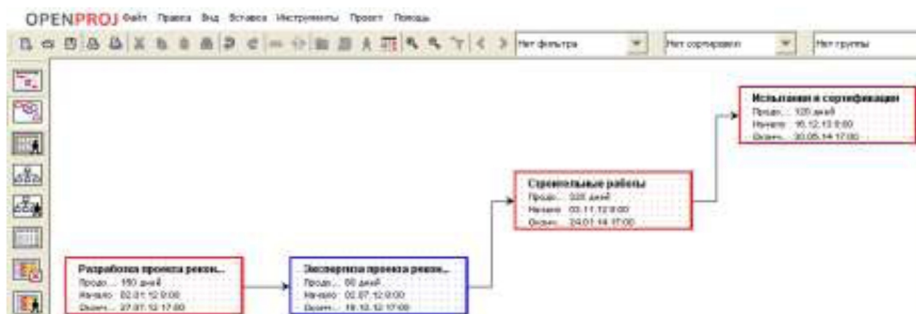
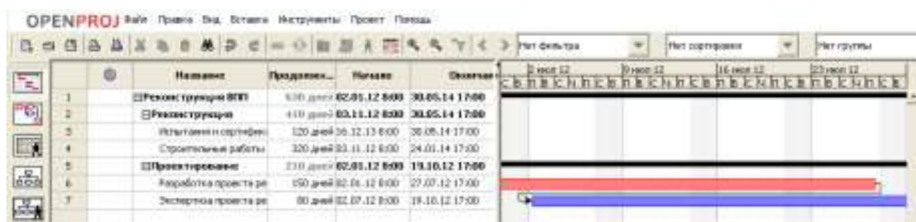

Рисунок 29 — Окно «Сетевой график»
Рисунок 30 — Окно «Диаграмма Ганта»
5. Настраиваем параметры связей между работами в окне «Сетевой график» или в окне «Диаграмма Ганта». Для вызова окна настройки параметров связи нужно кликнуть по ней один раз. В результате настройки параметров связей окно «Сетевой график» будет иметь вид (рисунок 29), а окно «Диаграмма Ганта» будет иметь вид (рисунок 30).